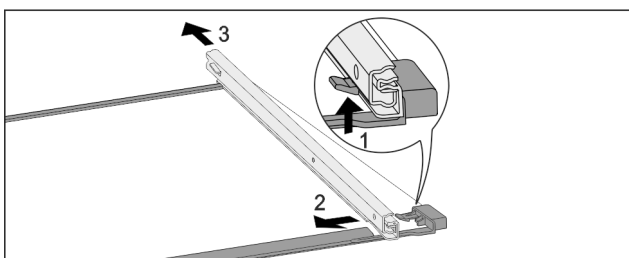

Fig. 157 Tablette en verre avec rails
- ▶ Pousser le crochet d'enclenchement avant vers le bas. Fig. 157 (1)
- ▶ Pousser le rail télescopique vers le côté Fig. 157 (2) et vers l'arrière Fig. 157 (3).